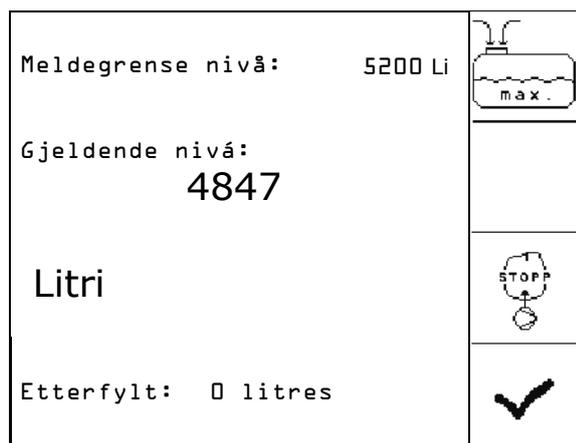

Fig. 88
1.  Åpne menyen Påfylling (Fig. 88).